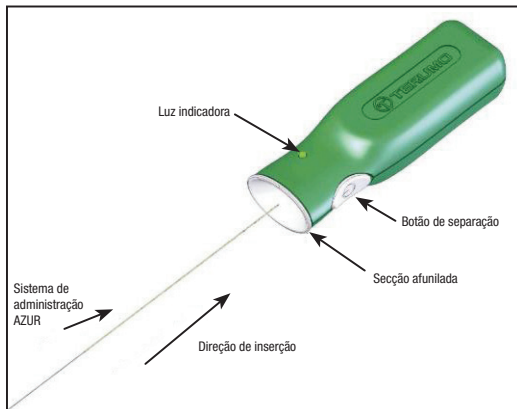

Figura 2 – Controlador de Separação AZUR
14. Antes de utilizar o dispositivo, retire a extremidade proximal do sistema de administração do aro de embalagem. Tenha cuidado para evitar contaminar esta extremidade do sistema de administração com substâncias estranhas, tais como sangue ou contraste. Insira firmemente a extremidade proximal do sistema de administração na secção afunilada do Controlador de Separação AZUR. Consulte a Figura 2. **Não prima o botão de separação nesta altura.**
31. Ligue a extremidade proximal do sistema de administração ao Controlador de Separação AZUR inserindo firmemente a extremidade proximal do sistema de administração na secção afunilada do Controlador de Separação AZUR. Consulte a Figura 2.